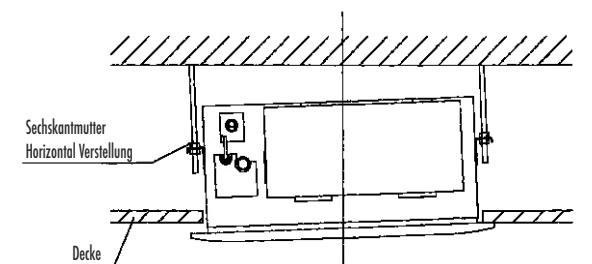

Abbildung 45
- Falls nach Anziehen der Schrauben noch ein Schlitz zwischen dem Panel und der Decke vorhanden ist, sollt die Höhe des Innenraumgerätes korrigiert werden. Sie können die Höhe dieses Gerätes verstellen durch die Öffnungen an den vier Ecken des Panels, wenn nicht die Befestigungshöhe des Innenraumgerätes selbst oder die Abwasserleitung betroffen werden (Siehe Abb. 45).